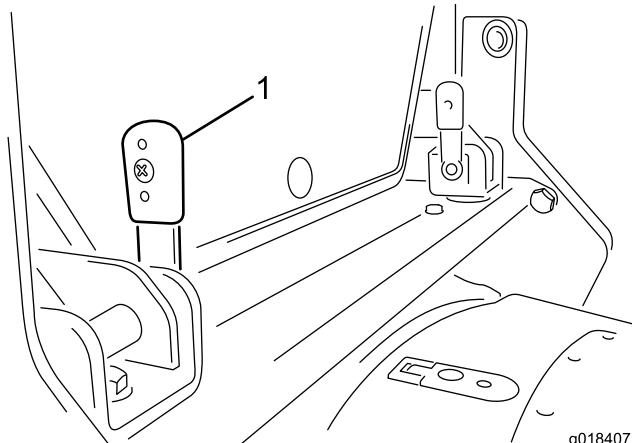

Figure 16
1. Tournez vers le haut les deux leviers de verrouillage situés sur la traverse à l'arrière de la cabine (Figure 16).
3. Les leviers étant en position verticale (Figure 16), poussez-les à travers les supports. Il faudra éventuellement agiter les leviers latéralement dans le supports pour aligner les ergots de verrouillage dans les fentes.